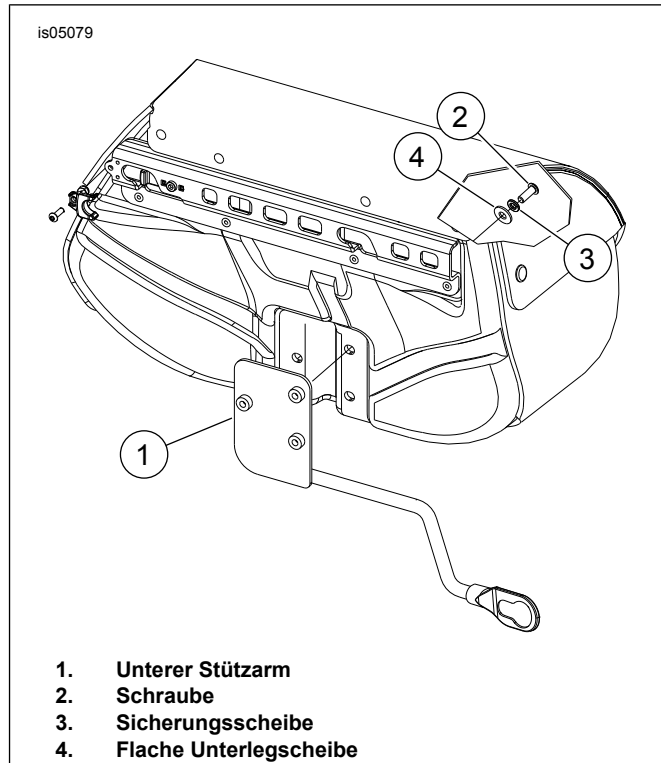

Abbildung 6. Unteren Stützarm einbauen
1. Siehe Abbildung 6. Linken, unteren Stützarm an Satteltasche befestigen. Loctite 243 – blau auf das Schraubengewinde (2) auftragen. Unteren Stützarm (1) mit Schrauben (2), Sicherungsscheiben (3) und Unterlegscheiben (4) lose an der Satteltasche anbringen. Der untere Arm (1) wird an der Außenseite der Satteltasche befestigt. Die Befestigungsteile fixieren den Arm von der Innenseite der Satteltasche aus.
2. Schrauben (2) von Hand anziehen. Sie werden beim Einbau der Satteltaschen ganz angezogen.